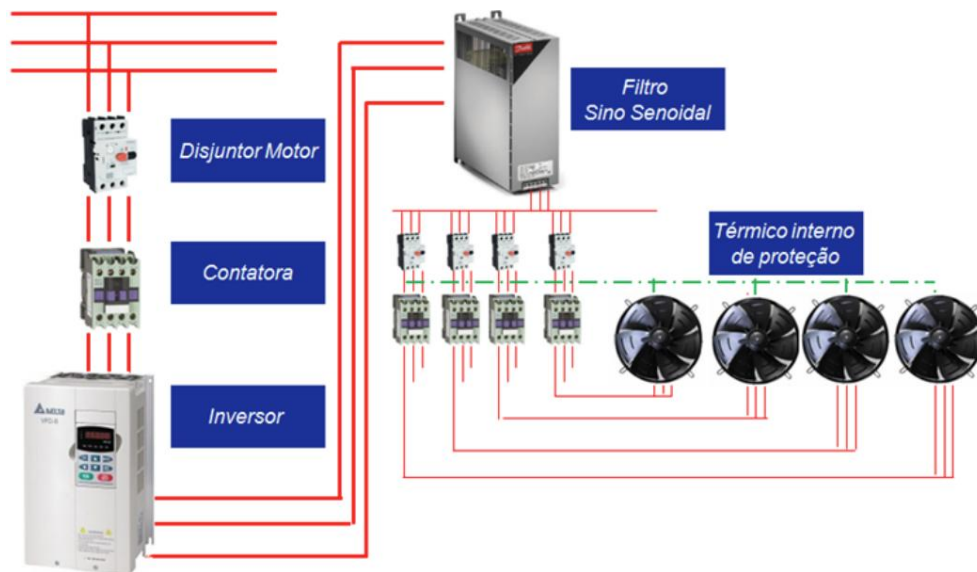

Figura 1 - montaje mínimo requerido para la instalación de inversores con múltiples ventiladores AC.
- Entre el inversor de frecuencia y el motor, se debe instalar un filtro de onda sinusoidal en todos los polos (efecto de filtro de tensión de salida con formato sinusoidal entre fase-fase, fase-tierra), véase la figura 1.